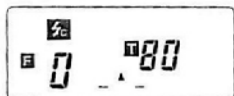

Fig. 13
3. En mode de mesure de flash, la vitesse de l'obturateur de "1/75", "1/80", "1/90" puis "1/100" est affiché après "1/500" (Figure 13).